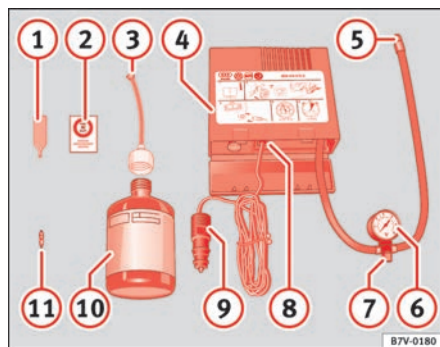

Fig. 155 Contenido kit antipinchazos
- Enrosque el tubo de inflado ⇒ fig. 155 ⑤ en la válvula.
- Cerciórese de que el tornillo de evacuación de aire ⑦ está enroscado.
- Acople el conector ⑨ a una toma de corriente de 12 voltios del vehículo.
- Conecte el compresor mediante el interruptor ON/OFF ⑧ durante 6 minutos como máximo.